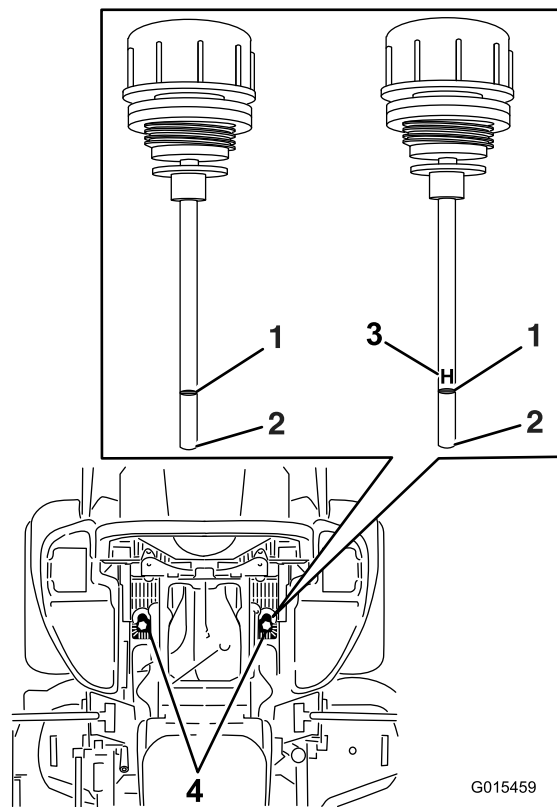

Figura 99
5. Limpe a zona em torno das varetas dos reservatórios do sistema hidráulico (Figura 99).
6. Retire uma vareta do reservatório hidráulico (Figura 99).
8. Retire a vareta do óleo e verifique a extremidade (Figura 99).